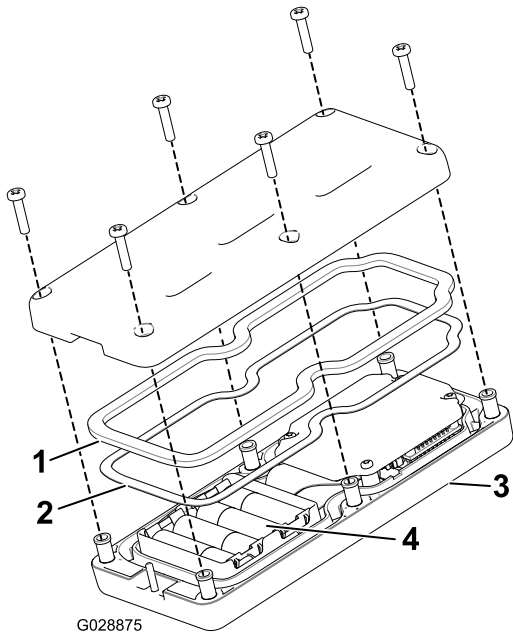

Figura 18
2. Coloque las baterías en su alojamiento observando la polaridad correcta. El alojamiento lleva marcas de polaridad para cada terminal grabadas en relieve (Figura 18).
remoto de mano y coloque la tapa trasera (Figura 18).
4. Ajuste la cubierta con 6 tornillos (Figura 18) y apriételos a entre 1,5 y 1,7 N·m.